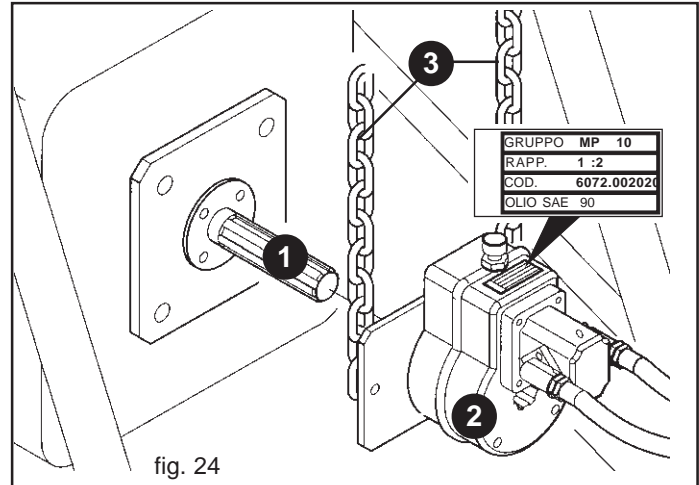

fig. 24
Bei abgeschaltetem Motor und stabil gebremstem Schlepper alle Schnellkupplungen einstecken. Die Zapfwelle des Schleppers (1, Abb. 24) säubern und mit Fett schmieren. Das Getriebe (2) wie in Abb. 24 gezeigt auf die Zapfwelle des Anbaugeräts aufstecken. Die korrekte Kopplung überprüfen und die Drehung des Übersetzers mit den beigeestellten Ketten sperren (3, Abb. 24), indem diese an ein festes Teil des Schleppers angeschlossen werden.